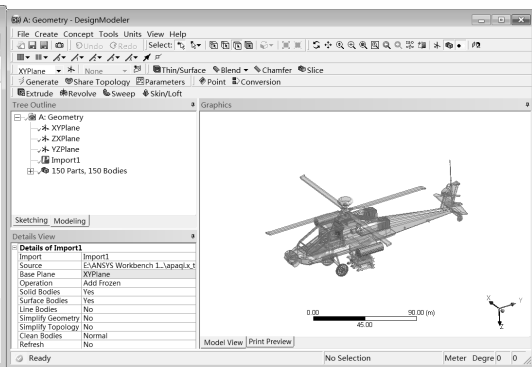

图 2-74 模型显示
Step3：双击项目 A 中的 A2 (Geometry) 栏，启动 DesignModeler，单位选择 mm，关闭“单位设置”对话框，DesignModeler 平台显示的模型如图 2-74 所示。